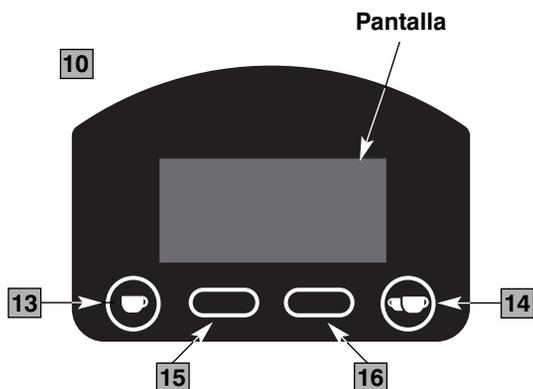
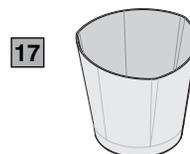

Fig. 4
Fig. 5
Componentes principales (Fig. 1, Fig. 2, Fig. 3, Fig. 4, Fig. 5)
- 4 Pulsar el botón  (13 Fig. 4) para moler la cantidad de café necesaria para una dosis individual o el botón  (14 Fig. 4) para dos dosis.
- 4 Para moler café de modo continuado, sin ninguna regulación de tiempo, pulsar contemporáneamente los botones  y  (13, 14 Fig. 4) para pasar a la pantalla de funcionamiento manual.
botón (15 Fig. 4) en la pantalla principal (en la pantalla "Time", si no se presiona nada, después de tres segundos se vuelve a la principal).
Para programar la dosis individual, pulsar el botón  (13 Fig. 4), y para dos dosis el botón  (14 Fig. 4).